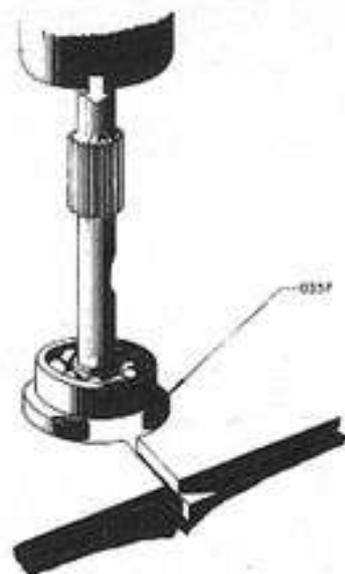

Fig. 10 - Extracción del aro a resorte fuera del engranaje del embrague
3. Extraer el cojinete del piñón de directa con la herramienta N° 0357 (Fig. 10).